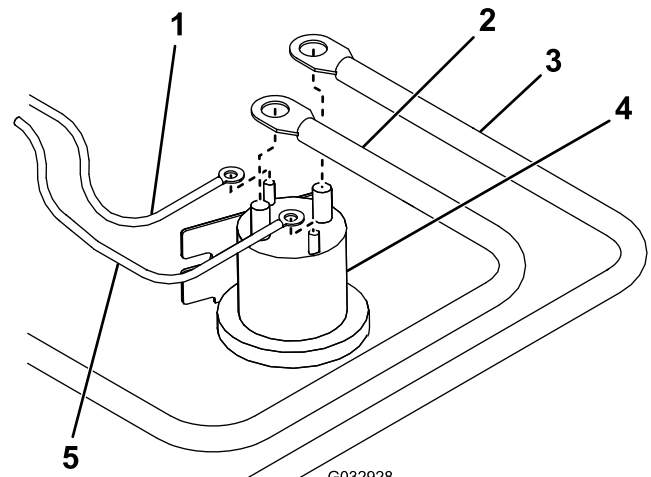

Bild 18
18. Schließen Sie das weiß/schwarze Kabel vom langen Kabelbaum an den kleinen Pol an der Pumpenstromspule an (Bild 18).
19. Schließen Sie das braune Kabel vom langen Kabelbaum an den anderen kleinen Pol an der Pumpenstromspule an (Bild 18).
21. Schließen Sie das rote Strom- bzw. Erdungskabel am großen Pol an der Pumpenstromspule an (Bild 18).
22. Schließen Sie das Batteriekabel am anderen großen Pol an der Pumpenstromspule an (Bild 18).